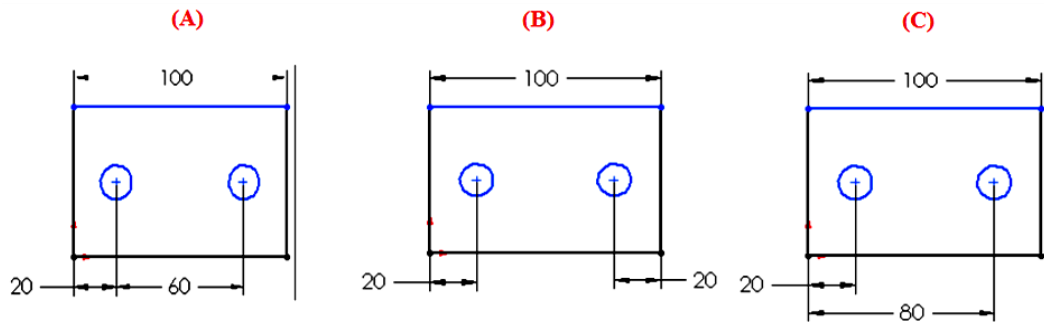

Figure III.2. Exemple d'intention de conception
- **Exemple d'intention de conception.** Quelle esquisse cotée, parmi les esquisses montrées dans Fig III.2, qui conserve les perçages à une distance de **20mm** de chaque extrémité quelle que soit la largeur globale du plateau, initialement définie à **100mm**.